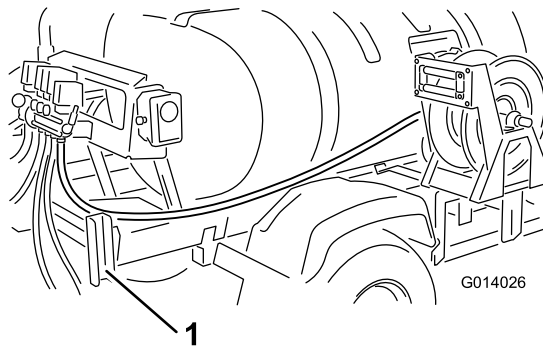

図 12
6. ホースを、タンクのスキッドフレーム（そり）に沿って、右側のリアフェンダのブームサポートチャンネル材の中を通してを車両後方へ引きこむ（図 12）。
7. 先ほど取り付けしたホースリールバルブ付近まで、ホースを引き入れる（図 12）。